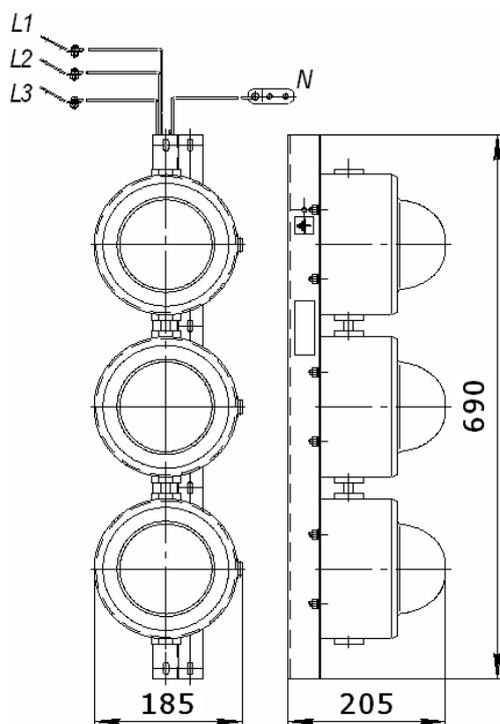

Рис.6.14 Указатель троллейный.
Указатель K271 У2 (рис.6.14) Служит для сигнализации наличия напряжения на троллеях.
**Указатель К271 У2 (рис.6.14 пункт 5)** служит для сигнализации наличия напряжения на троллеях.